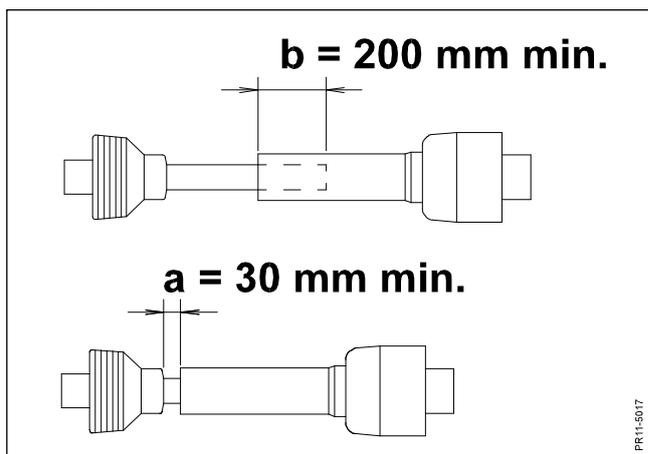

Abb. 2-2
WICHTIG: Die angegebenen Werte für Überlappung der Profilrohre der Gelenkwelle sind gemäß Abb. 2-2 einzuhalten.
- Abb. 2-2** Die Gelenkwelle in der Länge so anpassen, dass sie: